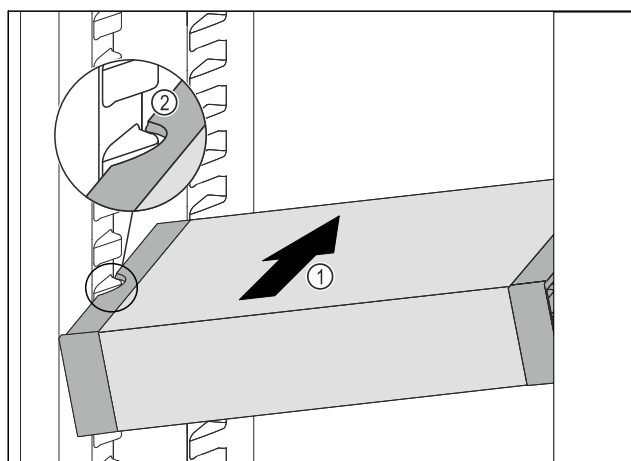

Fig. 176
- Вдвигайте VarioSafe под наклоном в холодильное отделение Fig. 176 (1), пока боковые выемки Fig. 176 (2) VarioSafe не окажутся на высоте выступа резервуара в холодильном отделении.